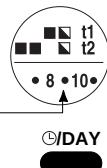

Fig. 11b
- Press  **Day** key to return to programming the previous hour (08:00 o'clock). The digit corresponding to **t2** will flash (fig. 11b).
- Appuyer sur la touche  **Day** pour revenir à la programmation de l'heure précédente (08:00). Le chiffre au niveau de **t2** clignote (fig. 11b).
- Betätigen Sie die Taste  **Day**, um zur Programmierung der vorherigen Stunde zurückzukehren (08:00 Uhr). Die beiden Zahlen bezüglich der **t2** blinken auf (Abb. 11b).
- Premere il tasto **⌚/Day** per tornare nella programmazione dell'ora precedente (ore 08:00). Lampeggia il digit in corrispondenza di **t2** (fig. 11b).
- Presionar la tecla **⌚/Day** para volver a la programación de la hora anterior (08:00). Parpadea el segmento correspondiente a **t2** (fig. 11b).